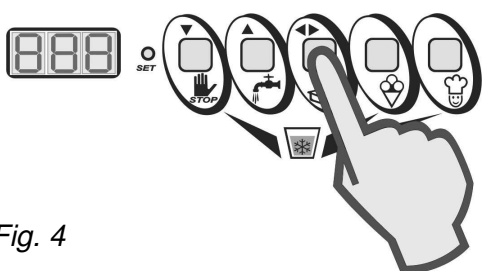

Fig. 4
6. Si no desea aportar alguna modificación al valor del paso seleccionado, presione la tecla “AGITAZIONE (▲)” para acceder directamente al paso siguiente (Fig. 4).